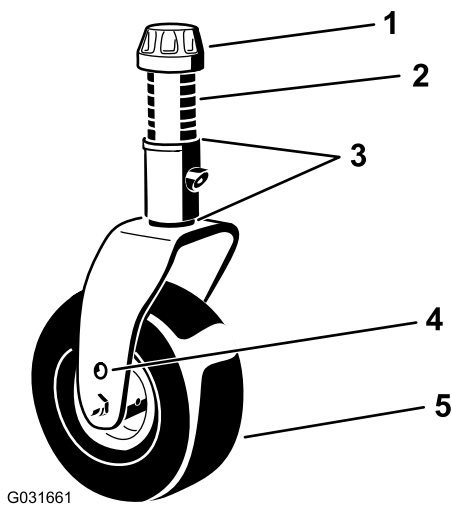

Figura 34
4. Utilizando a chave da tampa da roda fornecida, desaperte a tampa de tensão e retire-a do eixo da roda giratória e faça deslizar o eixo da roda para fora do braço da roda (Figura 34).
7. Coloque os calços (tal como se encontravam inicialmente) e os espaçadores restantes no eixo (Figura 34).
8. Instale a tampa tensora e aperte-a com a chave da tampa da roda fornecida para fixar o conjunto (Figura 34).